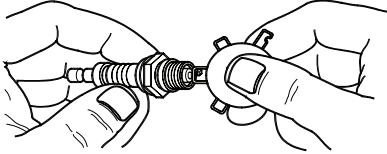

Figura 4-4. Bujía
3. Inspeccione la separación de electrodos con un calibre de espesores de alambre y, vuelva a ajustar la separación de la bujía a 0.028 - 0.031 in (0.70 - 0.80 mm). Vea la Figura 4-4.